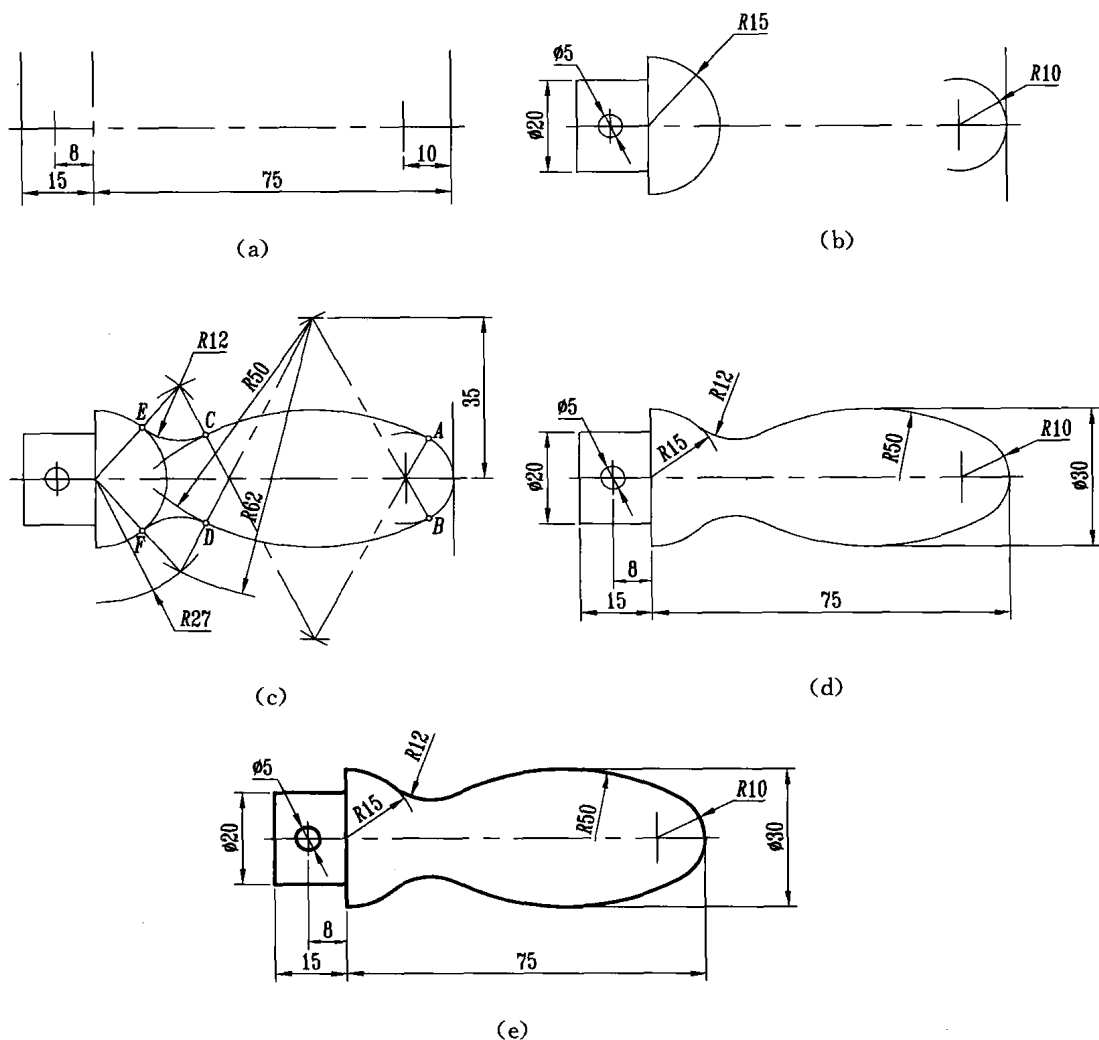

图 1-4 手柄平面图形的作图过程
(1) 画水平和垂直基准线, 如图 1-4(a) 所示。
(2) 画已知线段(弧), 如图 1-4(b) 中 $\phi 5, R10, R15$ 为已知弧。根据定位尺寸 8, 75 分别确定它们的圆心, 画出已知弧; 根据 $\phi 20$ 画出左边矩形线框。
(3) 画中间及连接线段(弧), 如图 1-4(c) 中 $R50$ 为中间弧, $R12$ 为连接弧。根据相切条件和 $\phi 30$ 这个尺寸可求出 $R50$ 这段弧的圆心, 画出弧 $R50$; 根据 $R12$ 与 $R50$ 和 $R15$ 相切的条件, 可求出 $R12$ 的圆心, 画出连接弧 $R12$ 。切点分别为 A, B, C, D, E, F 。
(4) 检查整理, 擦去多余的图线并标注尺寸, 如图 1-4(d) 所示。
(5) 加粗图形轮廓线, 完成全图。如图 1-4(e) 所示。